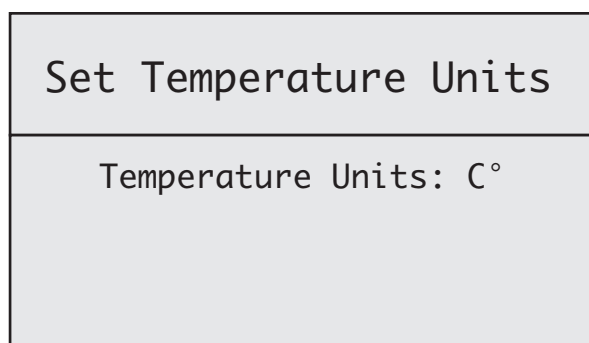

Figure 25
2. À l'aide de la touche de **DÉFILEMENT BAS**, descendre jusqu'à l'option 3 : « **Set Temperature Units** » (définir l'unité de température). Appuyer de nouveau sur **ENTRÉE** pour accéder au menu « **Set Temperature Units** ». **VOIR FIGURE 25.**